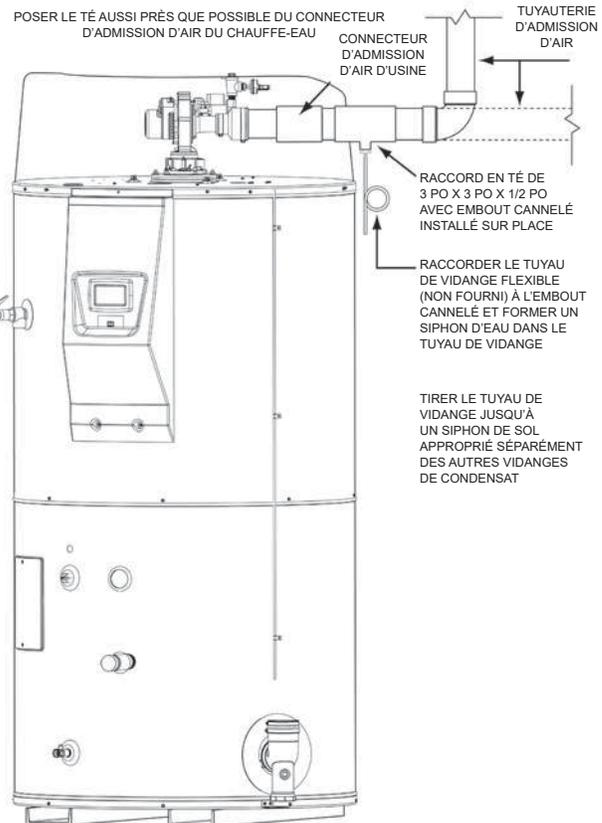

**Figure 18. Grille d'admission d'air**
- S'assurer que la grille d'admission d'air sur le connecteur d'admission d'air du chauffe-eau est retirée avant de raccorder le tuyau d'admission d'air au chauffe-eau. Voir **Figure 18** (page 24).